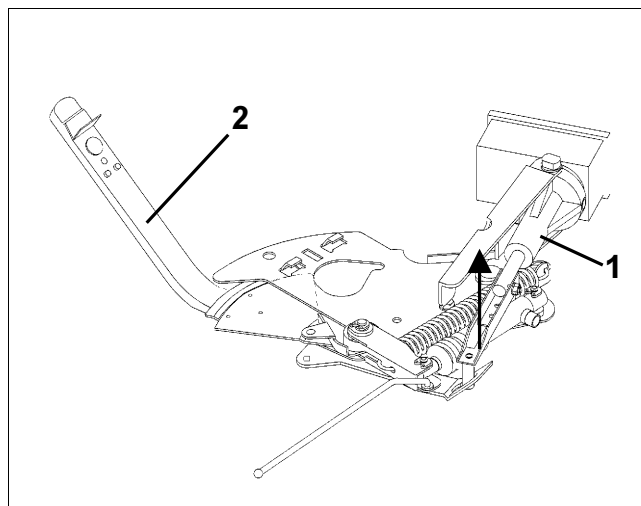

Рис. 103
- Поднимите серводвигатель (Рис. 103/1) и отцепите шток (Рис. 103/2) из соединения дозирующей заслонки.